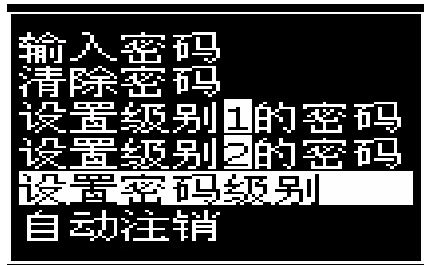
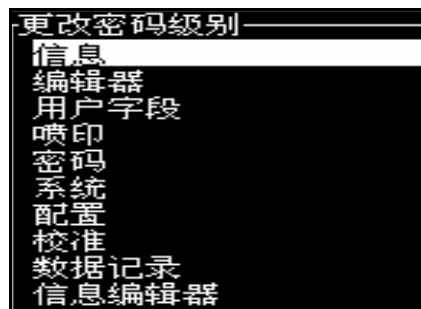
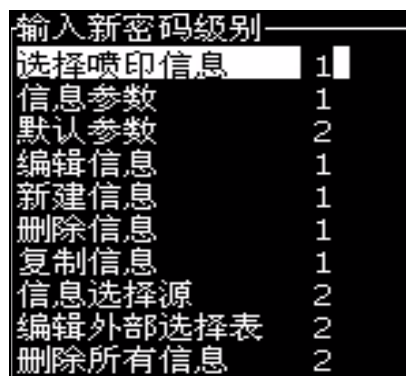

图 4-8: 设置密码级别
图 4-9: 更改密码级别
图 4-10: 输入新密码级别
- 1 按下 *Alt + w*，然后选择 *Set Password Levels*（设置密码级别）（请参阅图 4-8），打开 *Change Password Levels*（更改密码级别）屏幕（请参阅图 4-9）。
- 2 选择需要更改密码级别访问的菜单（请参阅图 4-9），然后按下 *Enter* 按键。即会出现 *Enter New Password Levels*（输入新密码级别）屏幕（请参阅第 4-5 页的图 4-10）。